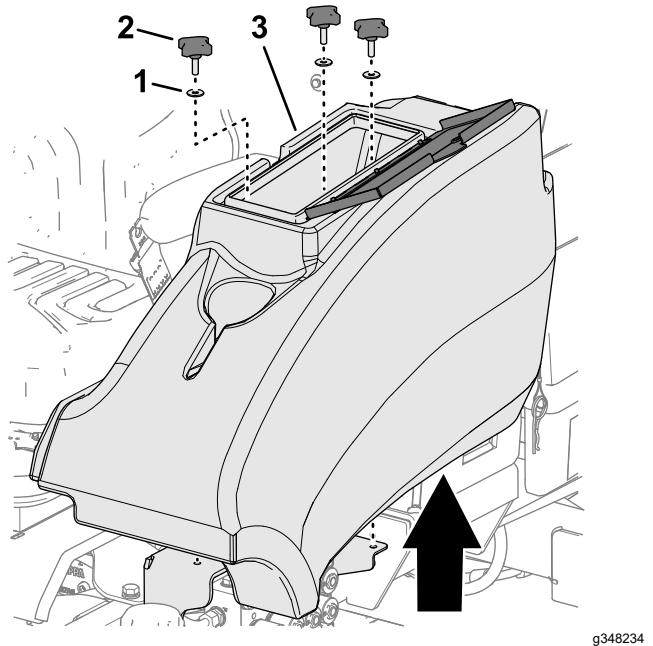

Bild 56
2. Entfernen Sie die drei Handräder und die drei Unterlegscheiben, mit denen das Ablagefach an der Maschine befestigt ist, und nehmen Sie das Ablagefach heraus (Bild 56).
1. Öffnen Sie auf der linken Seite der Bedienerplattform die Klappe zum Ablagefach (Bild 56).